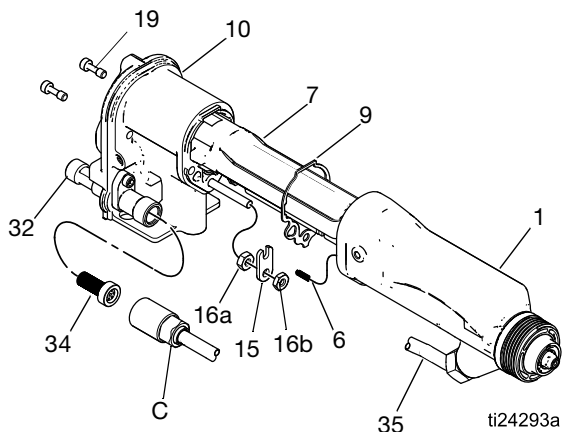

ABB. 31. Pistolenlauf
Siehe ABB. 31
2. Die Luftkappe und die Düse ausbauen, Seite 31. Entfernen Sie das Pistolenabdeckblech (26).
3. Vorsichtig die Mutter (C) am Materialstutzen lösen. Das Rohr (35) aus dem Stutzen (32) ziehen. Siehe ABB. 31.
5. Die zwei Schrauben (19) lösen. Siehe ABB. 31.
6. Halten Sie das Pistolengehäuse (10) mit einer Hand und ziehen Sie den Pistolenlauf (1) gerade vom Gehäuse weg. Siehe ABB. 31.